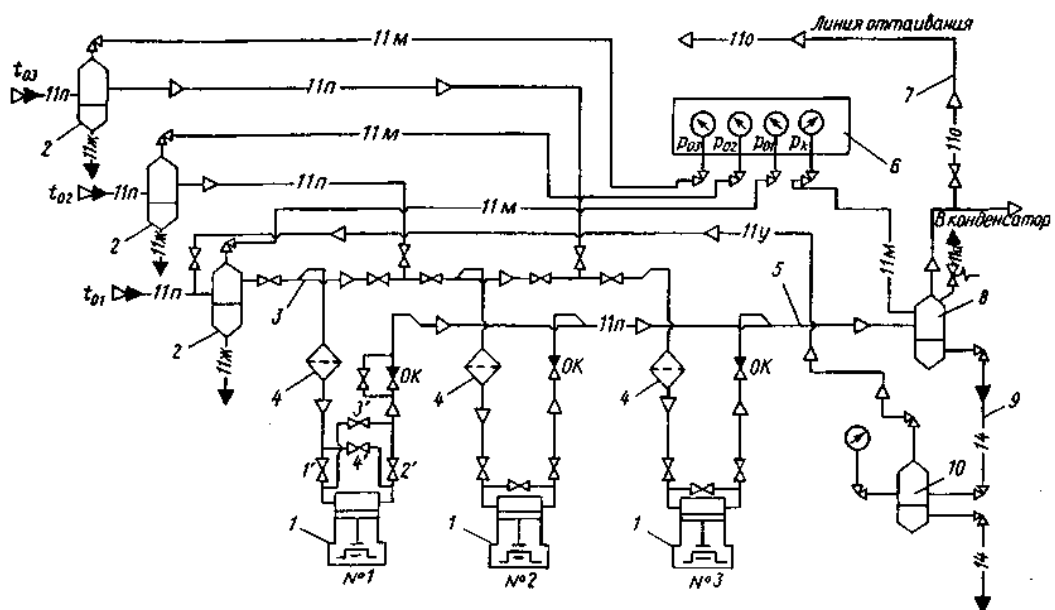

Рисунок 1 Схема включения узла одноступенчатых поршневых компрессоров.
1. Изучить схему узла включения одноступенчатого поршневого компрессора (рис.1)